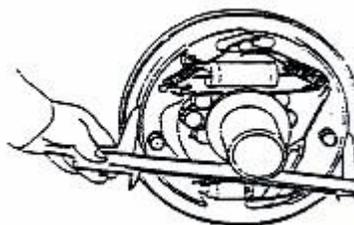
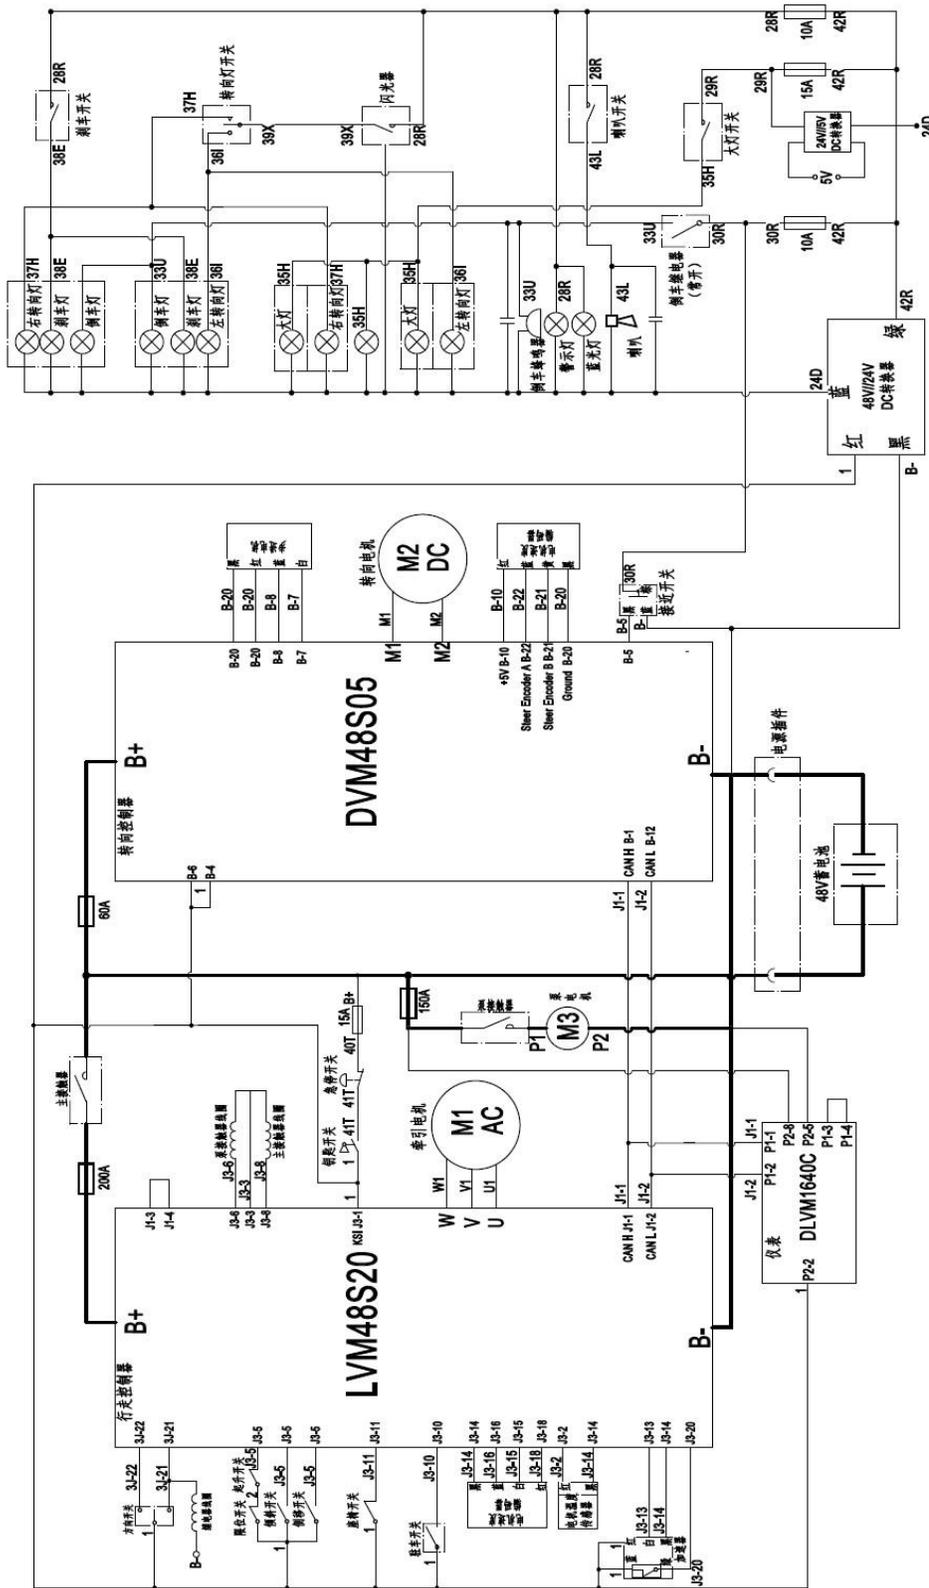

Рисунок 2-24
Рисунок 2-28: Схема электрической системы электропогрузчика MPX15
- (8) Установите направляющую планку тормозных колодок на фиксирующий штифт, затем установите относящуюся к ней возвратную пружину. Сначала соберите основную тормозную колодку, а затем вспомогательную тормозную колодку. См. рисунок 2-28.
- (9) Установите регулятор, пружину регулятора, толкатель, возвратную пружину толкателя. При установке обратите внимание на следующее:
- (10) Соедините тормозные трубки с колесными тормозными цилиндрами.
- (11) Измерьте внутренний диаметр тормозного барабана и внешний диаметр тормозной колодки. С помощью регулятора установите зазор между колодками и тормозным барабаном от 0,3 мм до 0,5 мм. См. рисунок 2-24.